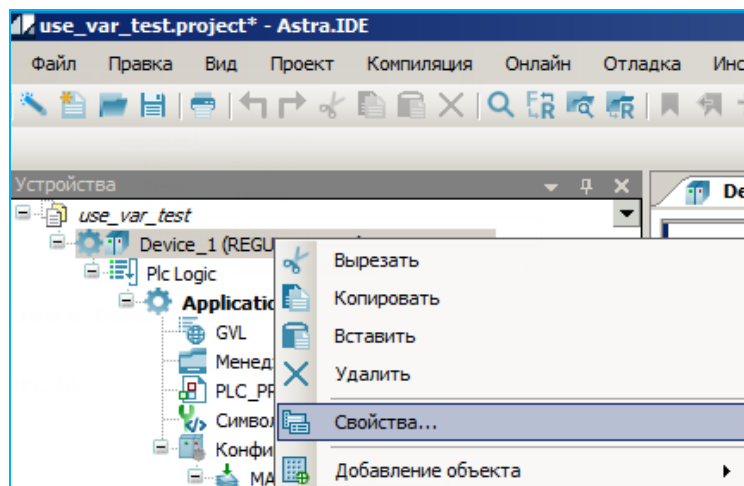

Рисунок 14 – Настройка проекта
1. Для приложений **БЕЗ** объекта символьной конфигурации включение производится только через диалог **Свойства...** в контекстном меню объекта контроллера (Рисунок 14).